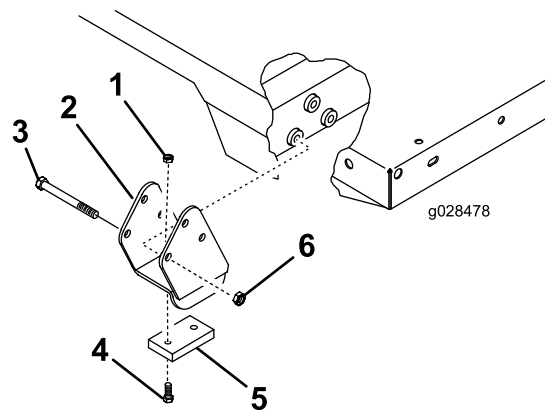

Figura 3
3. Monte um bloco contra desgaste nos suportes dos espaçadores esquerdo e direito com dois parafusos de cabeça chata e duas porcas de bloqueio (Figura 3).
4. Prenda os suportes dos espaçadores nos canais da estrutura da plataforma do lado direito e esquerdo com três parafusos de carroçaria (3/8 x 3-3/4 pol.) e três porcas de bloqueio (3/8 pol.) como se mostra na Figura 3.
5. Posicione os suportes no canal como se mostra na Figura 3.